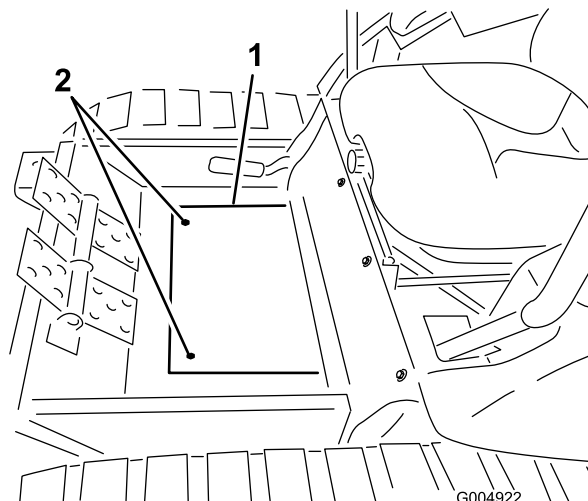

Figura 72
3. Retire los 2 pernos que fijan la cubierta de la chapa de suelo, y retire la cubierta (Figura 72).